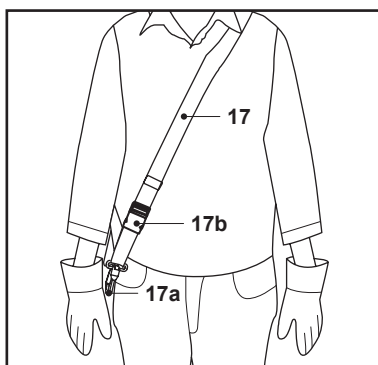

Fig. 6
1. Positionner le harnais (17) en le faisant passer sur l'épaule gauche et en diagonale sur la poitrine et dans le dos. Le clip de fixation (17a) doit être situé au niveau de la hanche droite. Le mécanisme de déblocage rapide (17b) doit se trouver à l'avant (Fig. 6).